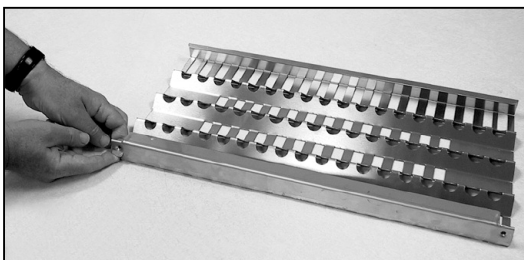

Fig. 38
2. Déverrouillez le couvercle du radiant en le poussant de deux doigts (Fig. 38).
- a) Déverrouillez le couvercle du radiant en le poussant de deux doigts (Fig. 38) ou en utilisant une pince.